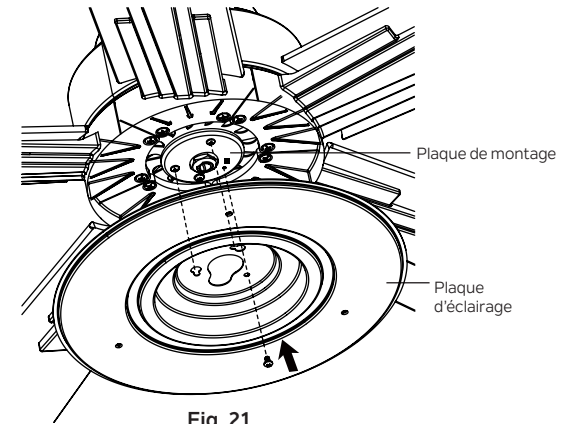

Fig. 21
Étape 2. Placez les deux trous de fente sur la plaque d'éclairage sur les 2 vis précédemment desserrées depuis la plaque de montage. Faites pivoter la plaque d'éclairage jusqu'à ce qu'elle se verrouille en place à l'extrémité étroite des trous de clé. Fixez en serrant les 2 vis précédemment desserrées et celle précédemment retirée. (Fig. 21)